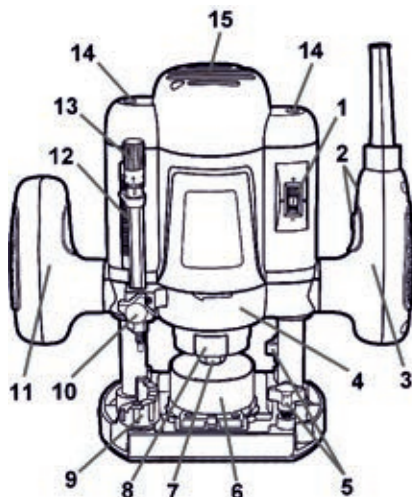

Рисунок 1
3.4.2 Включение и выключение изделия осуществляется клавишей выключателя 2 (рисунок 1).
3.4.3 Фреза в цанговом патроне 7 (рисунок 1) закреплена на валу электропривода.
3.4.4 Механизм регулировки глубины фрезерования ограничивает глубину погружения фрезы в обрабатываемой заготовке. Контроль глубины фрезерования осуществляется по шкалам элементов 12 и 13 (рисунок 1) механизма. Максимальная величина перемещения
3.4.5 На опорной платформе установлен 7-ступенчатый упор 9 (рисунок 1) с опорными площадками, служащими для ограничения глубины фрезерования. 7-ступенчатый упор имеет возможность поворота относительно своей оси, что позволяет быстро производить изменение глубины фрезерования на 3 мм для каждого шага.
3.4.7 Скорость вращения шпинделя регулируется колёсиком регулятора выбора скорости вращения 1 (рисунок 1).
Перевести ограничитель глубины фрезерования 12 (рисунок 1) в положение для максимальной глубины фрезерования.
Во время настройки глубины погружения фрезы следует помнить, что в процессе работы требуемая глубина фрезерования достигается при помощи ее постоянного увеличения. Изделие оснащено 7-ступенчатым поворотным упором-ограничителем 9 (рисунок 1), который позволяет постепенно увеличивать глубину погружения фрезы, не настраивая ее при этом, описанным выше способом: сначала фрезеровка производится на минимальной глубине (первое положение с высокой площадкой), а затем доходят до последнего (седьмого) положения. При каждом повороте ограничителя глубина погружения фрезы увеличивается на 3 мм.
Регулировку частоты вращения проводят при помощи колёсика регулятора скорости вращения шпинделя 1 (рисунок 1) на корпусе изделия.
5.2.4 Плавнo подведите режущий инструмент (фрезу) к поверхности обрабатываемого материала, пока ограничитель глубины фрезерования 12 (рисунок 1) не коснется нижней ступеньки 7-ступенчатого упора 9 (рисунок 1).